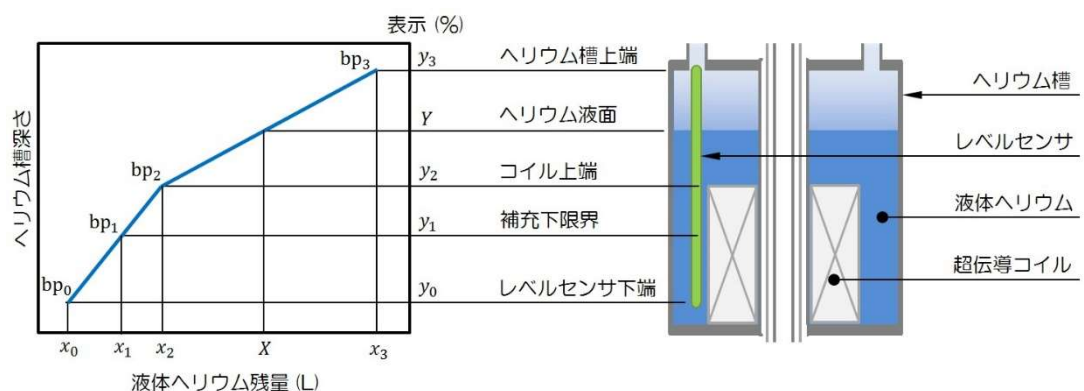

図 1-5. レベルメータ表示 Y (%) と液体ヘリウム残量 X (L) の換算用グラフとヘリウム槽の模式図。機種により補充下限界はコイル上端より上にある場合もある。
液体ヘリウムレベルメータは液面の位置を測定・表示するものです。NMR 装置のヘリウム槽内には超伝導コイルなどの構造物があります。従って表示 (%) と液体ヘリウムの残量 (L) は比例していません。装置の取扱い説明書には図 1-5 のような表示 Y (%) と液体ヘリウム残量 X (L) の関係を示す換算図が収録されています(見つからない場合は購入先に照会して機種、購入時期、シリアル番号等を伝え正しい換算図または換算表を入手してください)。必ずこれらの図表を利用して表示を液体ヘリウム残量 (L 単位) に換算してください。あらかじめ図の折れ曲がり点  $bp_i$  の値  $(x_i, y_i)$  を読み取って下記の数式を表計算ソフトに入力しておくことで毎回図表を読み取る必要がなく便利です。